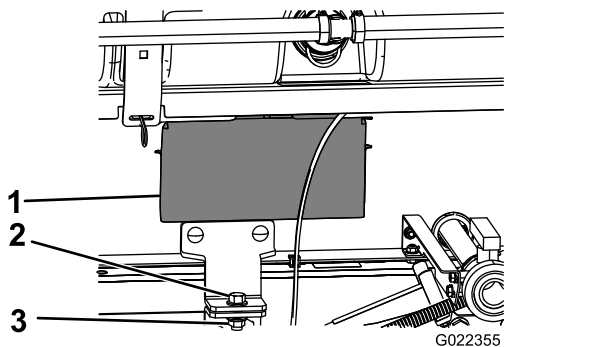

Figura 36
5. Retire os painéis de acesso em ambos os lados da estrutura do patim (Figura 36).
8. Prenda o suporte de fixação do conjunto do patim do depósito à estrutura da plataforma na estrutura de cada lado da máquina com um parafuso ($\frac{1}{2}$ pol. x $1\frac{1}{2}$ pol.) e uma porca de bloqueio ($\frac{1}{2}$ pol.) como se mostra na Figura 36.